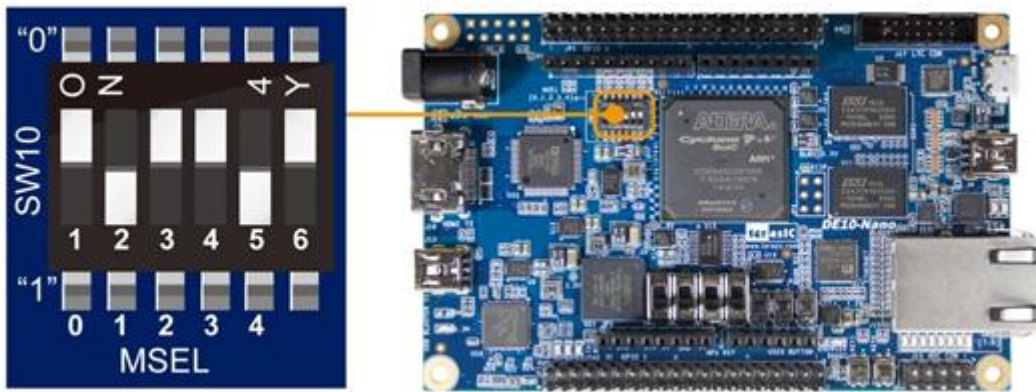

图 7-5 设置 MSEL[4:0]为"10010"
- 如图 7-5 所示, 设置 SW10 MSEL[4:0] 为"10010"。